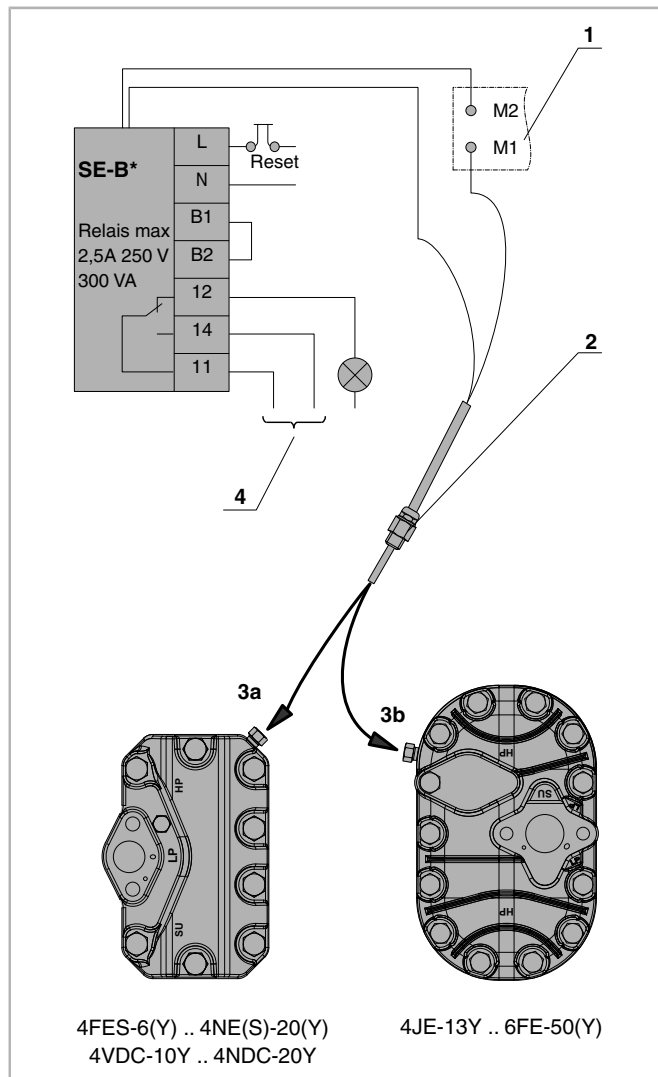

Рис. 22: Датчик температуры газа на нагнетании при наличии системы Разгрузка при пуске
- Датчик вкручивается в присоединение высокого давления (HP), см. главу Обозначения присоединений одиночных компрессоров, стр. 63.
- Компрессоры со встроенной системой Разгрузка при пуске: датчик должен быть установлен именно в ту головку цилиндров, на которой смонтирован клапан разгрузки при пуске (см. рис. 22, стр. 72).
- Датчик подключите последовательно к датчикам температуры в обмотках мотора (см. наклейку в клеммной коробке и рис. 22, стр. 72)